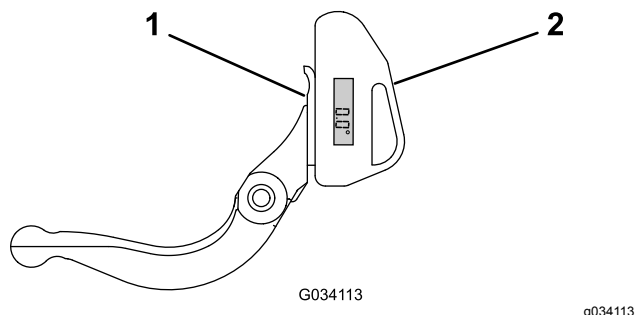

Figure 28
1. Placez l'indicateur d'angle sur la face inférieure de la contre-lame, comme montré à la Figure 28.